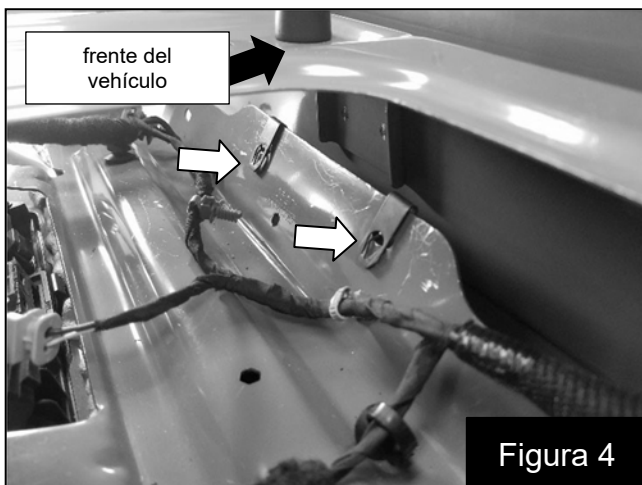

Figura 4
6. Instale los clips roscados suministrados. Figura 4